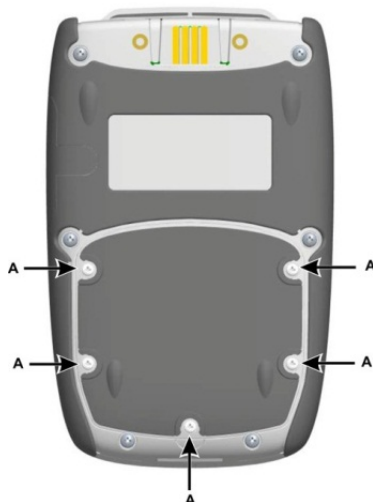

Figura 1-3: Instale a bateria
1. Remova os cinco parafusos Pozidriv A, consulte a Figura 1-3.